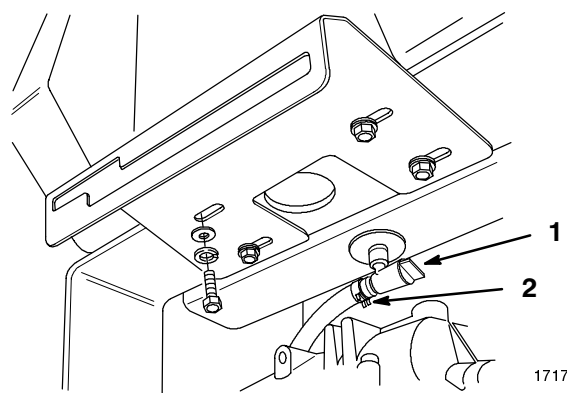

Figure 29
2. Fermer le robinet d'essence sous le réservoir (Fig. 29).
3. Pincer les extrémités du collier du flexible, et faire glisser le collier pour l'éloigner du robinet (Fig. 29).
4. Tirer sur le flexible pour le détacher du robinet (Fig. 29). Ouvrir le robinet et laisser l'essence s'écouler dans un bidon d'essence ou un autre récipient.
6. Ouvrir le robinet d'essence sous le réservoir (Fig. 29).